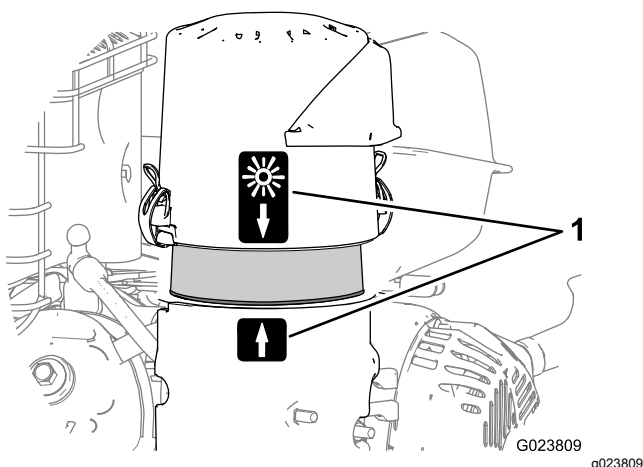

Figure 33
8. Alignez la flèche sur le couvercle du filtre à air et la flèche sur la base (Figure 33).